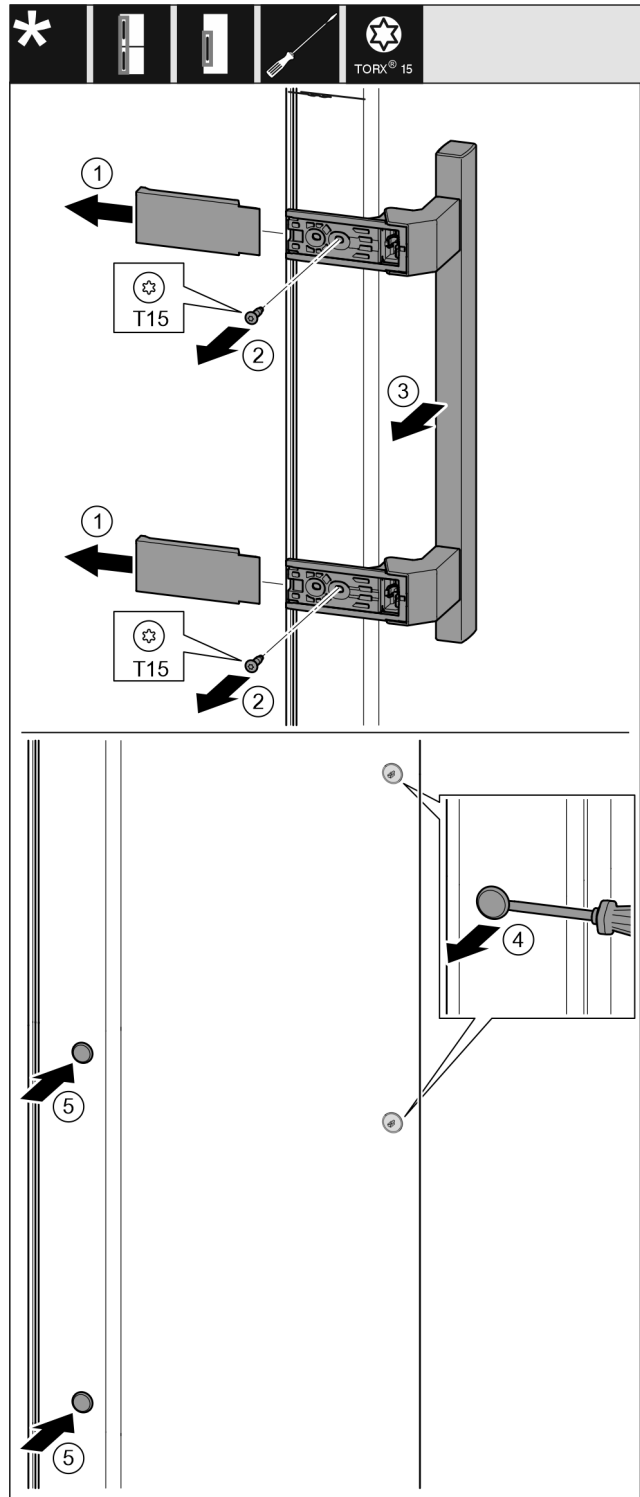

Fig. 14
- ▶ Retirer le recouvrement. Fig. 14 (1)
- ▶ Dévisser les vis avec un tournevis Torx 15. Fig. 14 (2)
- ▶ Retirer la poignée. Fig. 14 (3)
- ▶ Soulever et retirer avec soin le cache latéral avec un tournevis plat. Fig. 14 (4)
- ▶ Replacer le cache de l'autre côté. Fig. 14 (5)